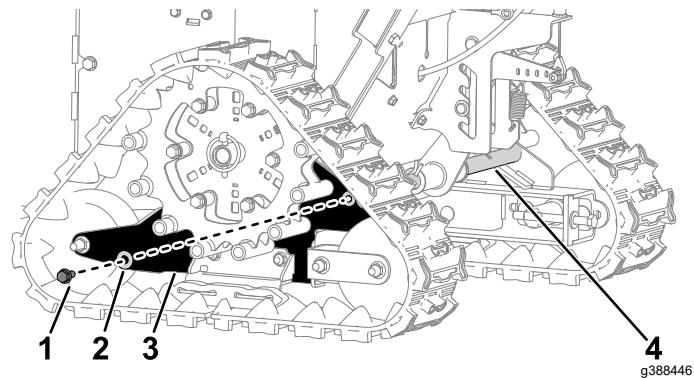

Bild 1
2. Entfernen Sie auf der linken Seite der Maschine die Schraube ($5/16'' \times \frac{3}{4}''$) und die Unterlegscheibe ($\frac{3}{8}'' \times \frac{7}{8}''$), mit denen die Raupenstütze an der Gelenkstange befestigt ist, und entsorgen Sie diese (Bild 1). Wiederholen Sie diese Schritte an der rechten Seite.